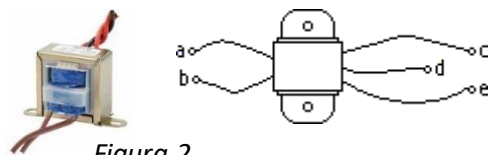

Figura 2
4. Calcule los Voltajes Pico y Pico-Pico del transformador de la figura 2.
7. Sin conectar el *Transformador de 120 V_{AC} a 12 V_{AC} @ 1 A con Tap Central* (figura 2) a la línea de alimentación de 120V_{AC}, obtenga con el *multímetro* los siguientes datos: